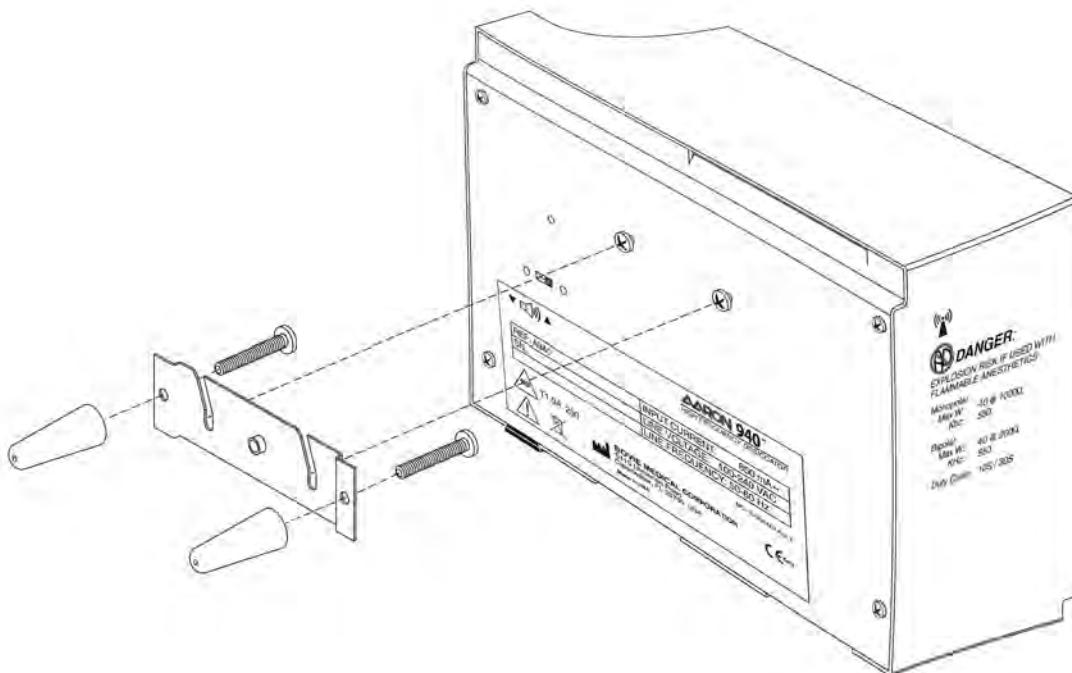

Figura 1
- Monte o Gerador Aaron 940™ na parede ou carrinho opcional com o kit de montagem padrão (ver Figura 1). Não opere a unidade na posição horizontal, visto que podem cair líquidos sobre a unidade.